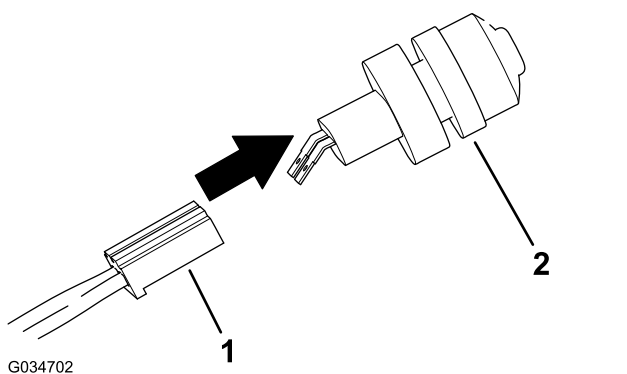

Bild 7
4. Stecken Sie den Buchsenstecker vom Hauptkabelbaum in die zwei Stecker am Hupenschalter (Bild 7).